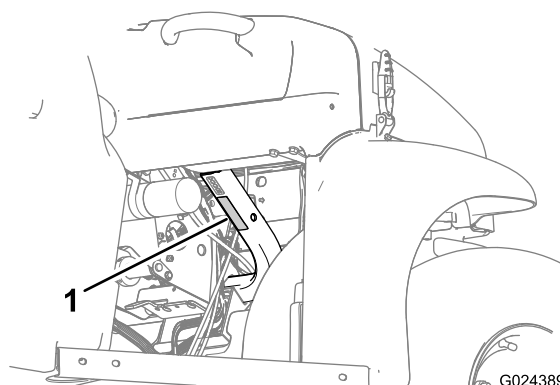

Figura 22
- Respeite a capacidade de peso da máquina e o limite de peso da carga que transporta na caixa de carga, conforme descrito em Especificações (página 19) e no autocolante do peso bruto da máquina (Figura 22).